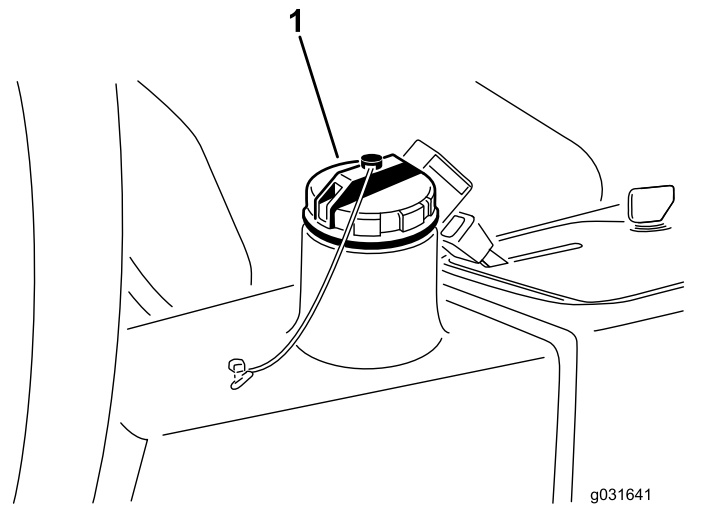

图 62
- 清理加油颈和液压油箱盖周围的区域 图 62。
- 卸下液压油箱盖 图 62。